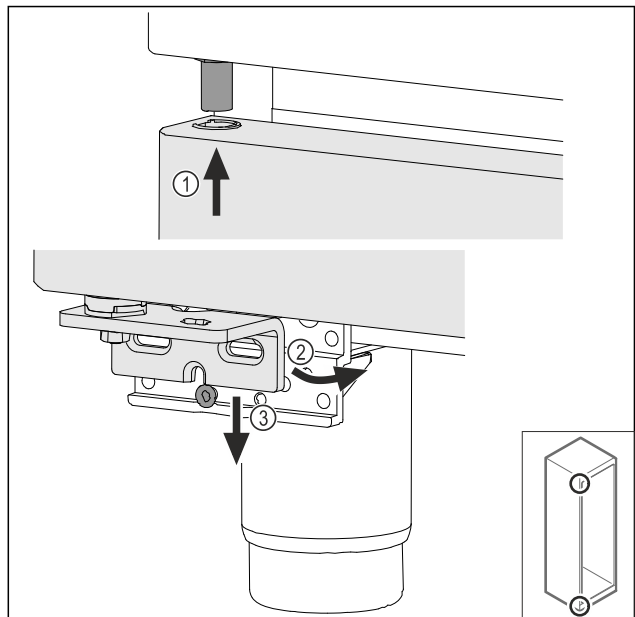

Fig. 49
- Før døren opppe inn lett vippet Fig. 49 (1), rett ut døren Fig. 49 (2) og sett den på lagerbukkskruen Fig. 49 (3) nede.